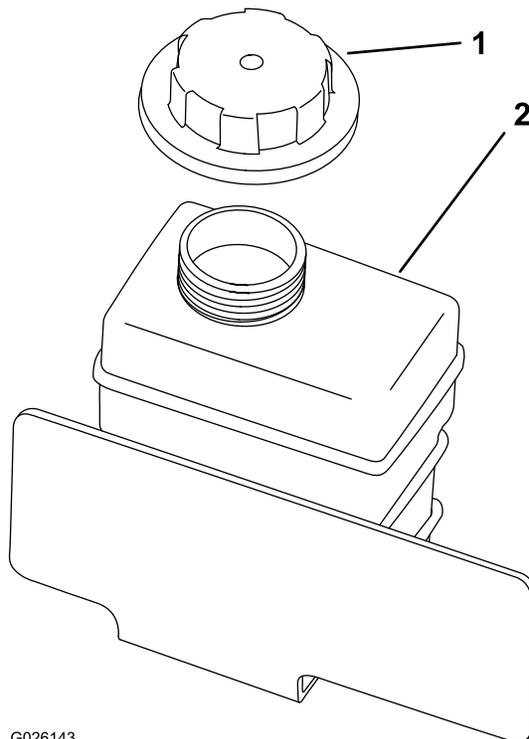

Рисунок 17
2. Проверьте уровень охлаждающей жидкости в расширительном бачке (Рисунок 17).